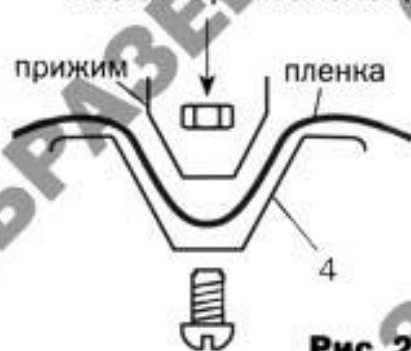

Рис. 2
2. Вдоль парника натягиваются две нити для подвязки выращиваемых овощей. Кусками пленки обтягиваются крайние дуги с помощью нитей, натягиваемых по желобку дуг. На концах этих нитей привязываются крючки, для которых в удлинителях дуг сделаны отверстия. Основное покрытие - полоса пленки длиной 5,2м заземляется на перекладине прижимными рейками. Боковые края полосы заземляются прижимами в свободных рейках, собираемых из деталей **4** (по 4 шт. в рейке) **рис.2**. Открывается и закрывается парник с помощью свободных реек **рис.3**.